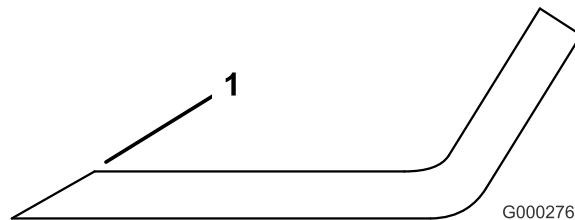

Figure 57
1. Au moyen d'une lime, aiguisez les tranchants aux deux extrémités de la lame (Figure 57). Veillez à conserver l'angle de coupe d'origine. Limez la même quantité de métal sur chacun des deux tranchants pour ne pas déséquilibrer la lame.